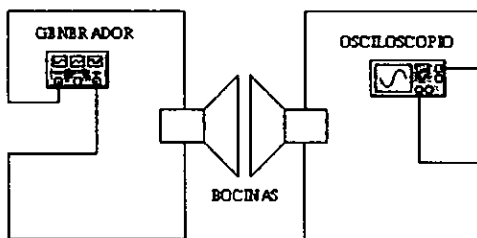

FIGURA 6
- d) Alambre el circuito de la figura 6.